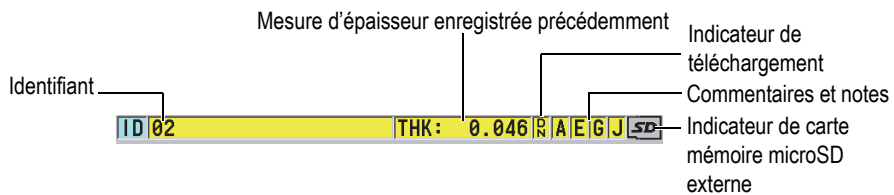

Figure 3-2 Barre de l'identifiant
La barre de l'identifiant (ID), située dans la partie supérieure de l'écran de mesure, affiche l'identifiant de l'emplacement d'enregistrement en cours de la mesure d'épaisseur, de même que la mesure enregistrée précédemment et les indicateurs de commentaires et de notes (Figure 3-2 à la page 58). L'indicateur de téléchargement (R) apparaît lorsque la mesure enregistrée précédemment provient d'un fichier plutôt que d'une mesure récemment acquise.